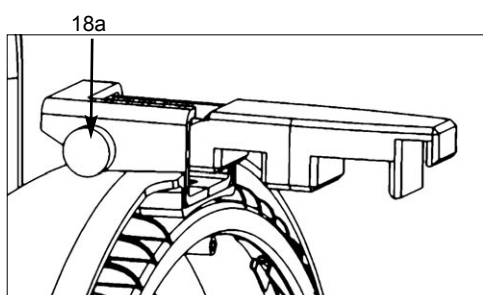

Abb. 6 / figure 6
- Torsicherung (18) durch Drücken auf den seitlich angebrachten Knopf (18a, Abb. 6) öffnen.
- Open the top latch (18) by pressing the button at the side (18a, fig. 6).